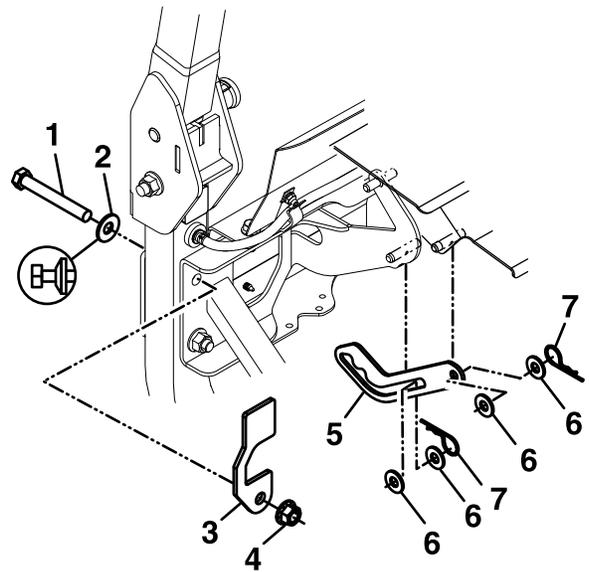

Figura 7
8. Levante el capó y retire la varilla del capó antigua y sus fijaciones de montaje. Instale la varilla nueva del capó usando cuatro arandelas y dos chavetas (Figura 7).
7. Retire y deseche el perno superior, la arandela y la tuerca de la pata inferior izquierda del ROPS. Instale el tope izquierdo del ROPS usando un tornillo de cabeza hexagonal Clase 8 de ½"-13 x 3¾", una arandela elástica y una contratuerca de ½"-13, como se muestra en la Figura 7. Repita este paso con el tope derecho del ROPS. Apriete las fijaciones del ROPS a 136 – 149 N·m (100 – 110 pies-libra).